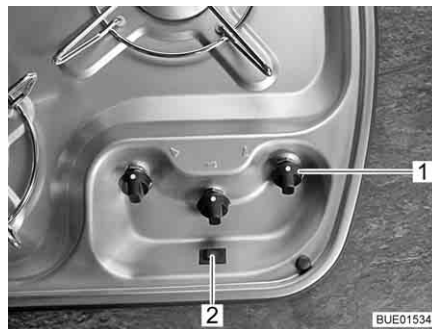

Bild 211 Reglage, knappar för gasspis
- Vrid vridregulatorn (Bild 211,1) till önskad låga till tändningsläge (stor låga).
- Tryck på tändknappen (Bild 211,2). Nu bildas tändgnistor vid brännaren.